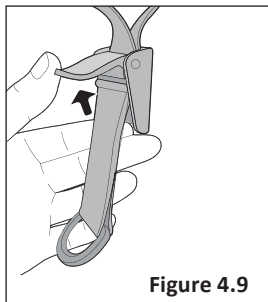
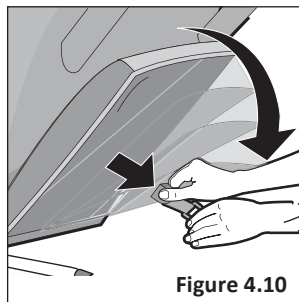

Figure 4.9
Figure 4.10
- 1 **Pour abaisser complètement le dossier du siège:** Soulevez le levier **Figure 4.9** et abaissez le dossier du siège. **Figure 4.10**